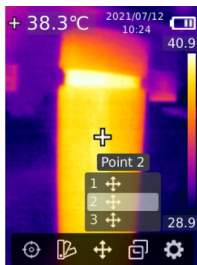

Fig. 10
2. Utilisez les boutons  et  pour parcourir la liste des points de température (Fig. 10).